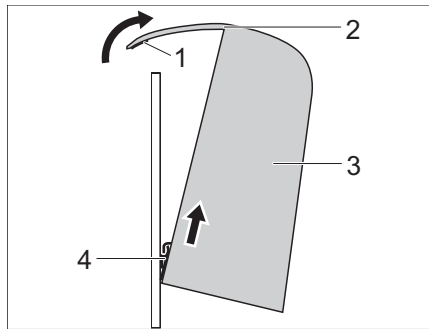

Bild 72 Ta av ryggdynan
- Luta ryggdynan (Bild 72,3) framåt och lossa kardborrebandet (Bild 72,4).
- Luta ryggdynan (Bild 72,3) och fäst kardborrebandet (Bild 72,4) nedtill.